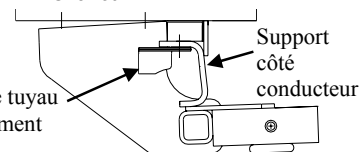
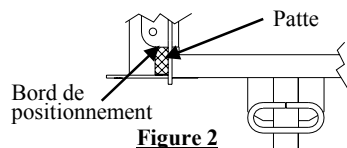

Figure 4
Figure 2
- Faire glisser le support situé côté conducteur au-dessus du support de tuyau d'échappement. Remarque : Intercaler le support d'attelage entre le cadre de châssis et le support de tuyau d'échappement, comme illustré à la Figure 4. Installer sans trop serrer les deux (2) boulons M8, les rondelles freins et rondelles plates (à travers le support de tuyau d'échappement et le support côté conducteur). Remarque : Faire pivoter l'attelage pour faciliter l'installation.
- Aligner le support côté passager sur le bord de positionnement et la patte (voir Figure 2) (s'assurer que l'attelage est aligné perpendiculairement au véhicule en veillant à ce que le support repose à plat contre le longeron de châssis) (voir Figure 4). Il se peut que le support côté passager doivent être poussé à plat contre le longeron. Utiliser ensuite l'attelage comme gabarit pour marquer l'emplacement des trous à percer. Percer des trous de 1/2 po de diamètre.
- Facultatif : Abaisser l'attelage pour percer deux (2) trous de 1/2 po dans les longerons. Répéter l'étape 4.